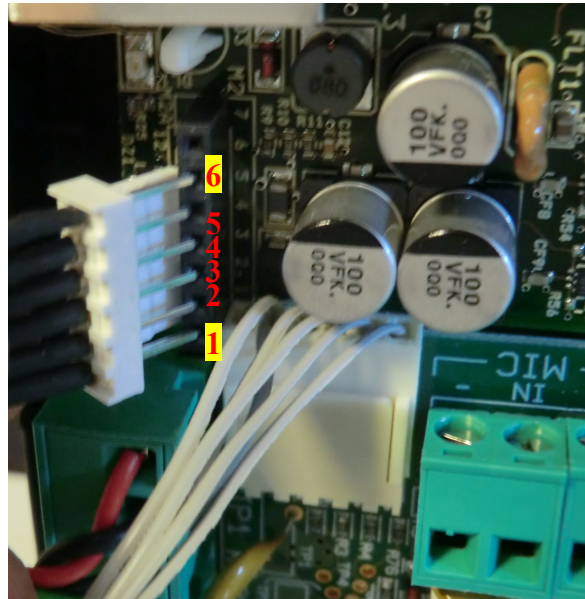

Figura 2
- **TIPO1:** il connettore è dotato di 7 terminali: utilizzare solo i terminali da 1 a 6. (vedi figura 2)